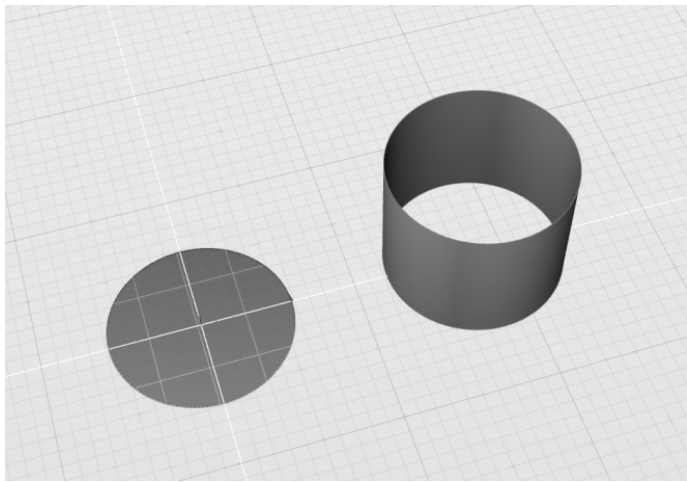

图 4-92 构建填充路径曲面
2) 激活“填充路径”工具，当控制台提示“选择要填充的曲线”时，选择圆曲线，按〈Enter〉键或空格键接受后续的默认设置，可见曲线内部被填充以曲面，如图 4-92 所示。